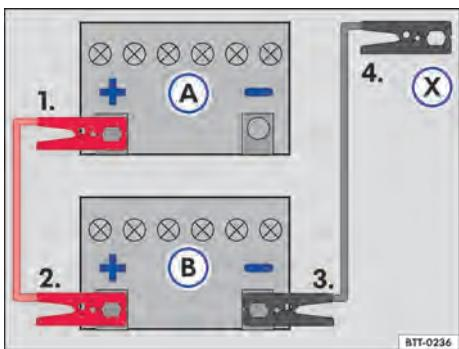

Fig. 169 Esquema para a conexão dos cabos auxiliares de partida: bateria do veículo descarregada (A) e bateria do veículo fornecedora de corrente (B).
Legenda para → Fig. 169:
- Conectar uma extremidade do cabo auxiliar de partida **vermelho** ao polo positivo → Fig. 169 + do veículo com a bateria do veículo descarregada (A) → ▲.
- Conectar a outra extremidade do cabo auxiliar de partida **vermelho** ao polo positivo + da bateria do veículo fornecedora de corrente (B).
- Conectar uma extremidade do cabo auxiliar de partida **preto** ao polo negativo - da bateria do veículo fornecedora de corrente (B).
- Conectar a outra extremidade do cabo auxiliar de partida **preto** (X) no veículo com a bateria do veículo descarregada em uma peça maciça de metal aparafusada firmemente ao bloco do motor ou no próprio bloco do motor - porém não nas proximidades da bateria (A) → ▲.